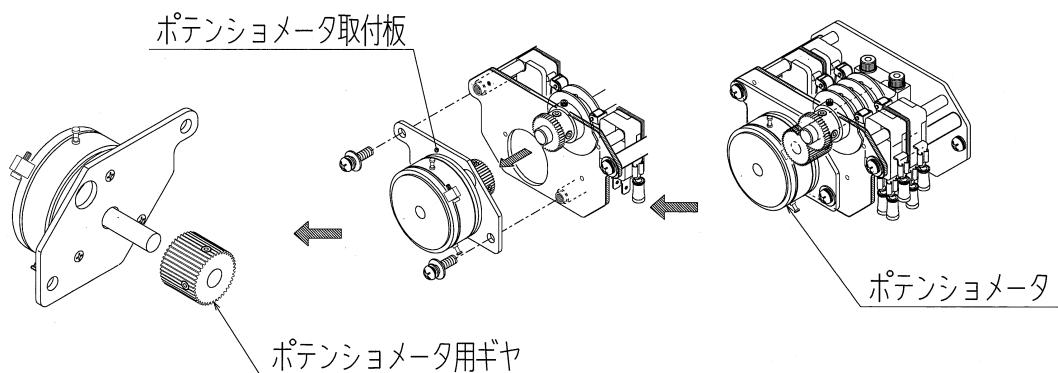
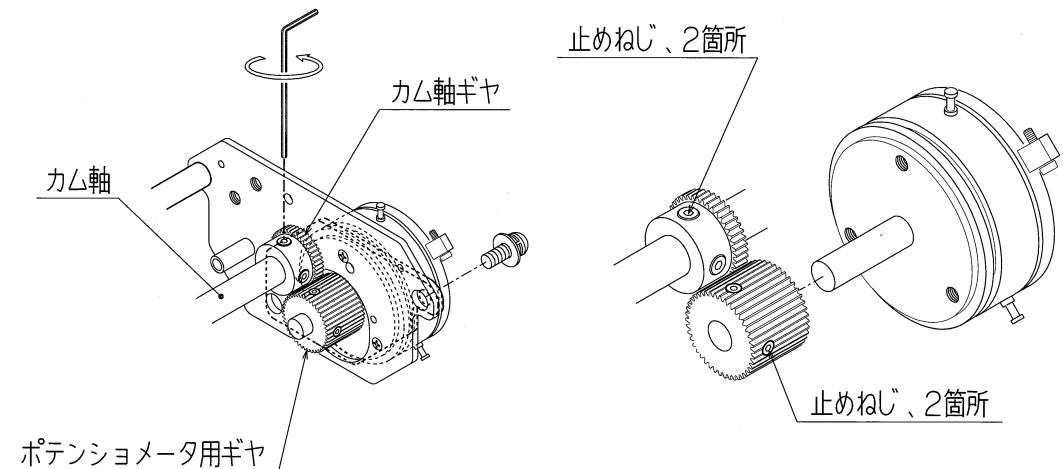

図9：ポテンショメータの取り外し
図 10 : ポテンショメータの調整
- ①コントロールモータを電動動作で全閉位置とし電源を遮断します。
- ②コントロールモータのスイッチカバーを外します。
- ③端子箱カバーを外し、端子BM, RM, WMに接続されている外部配線を解線します。
- ④WM端子に(−)、BM端子に(+)とし、DC5Vを印加してください。
- ⑤RM端子に(+)、WM端子に(−)をテスタ(電圧レンジ)にてあて、電圧値を測定、記録します。
- ⑥ポテンショメータ本体の3端子に接続されているリード線色と端子番号を記録します。
- ⑦ポテンショメータの端子付近からリード線を切断します。
- ⑧ポテンショメータ取付板を取り外します。(図9参照)
- ⑨ポテンショメータに付いているギヤを取り外し、ポテンショメータを取付板から取り外します。
- ⑩新しいポテンショメータを取付板に取付け、⑨で取り外したギヤをポテンショメータ軸に取付けます。(図10参照)
- ⑥RM端子に（+）、WM端子に（-）をテスタ（電圧レンジ）にてあて、電圧値を測定しながらカム軸ギヤを指で回し、電圧値が約50mVとなる位置でカム軸ギヤの止めねじを仮固定します。（図10参照）